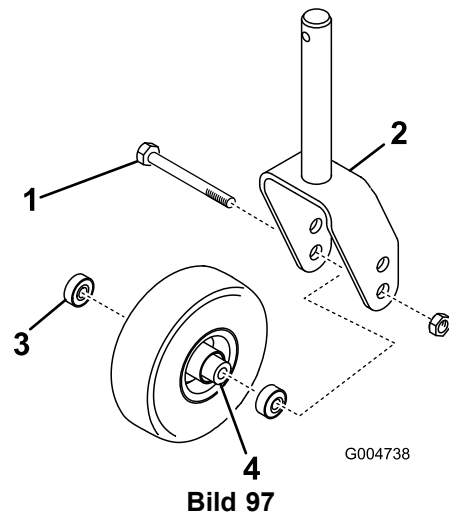

Bild 97
- Entfernen Sie die Sicherungsmutter von der Schraube, mit denen das Laufrad in der Mitte der Laufradgabel oder am Laufradgelenkarm (Bild 97) befestigt ist. Halten Sie das Laufrad fest und schieben die Schraube aus der Gabel oder vom Gelenkarm ab.
- Entfernen Sie das Lager aus der Radnabe und lassen das Lagerdistanzstück herausfallen (Bild 97). Entfernen